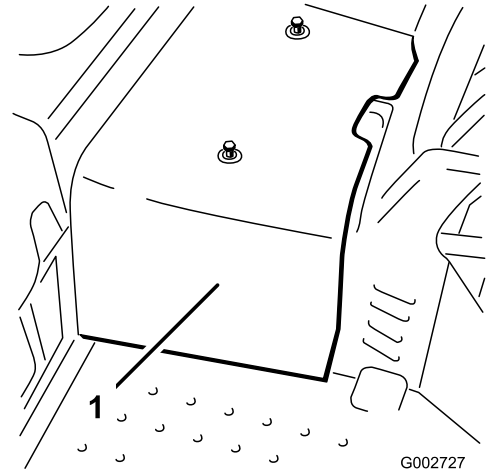

图33
2. 拧掉将中央护罩固定到机器的 2 个螺丝然后取下护罩图33。